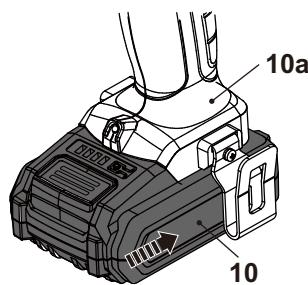

Fig. 4
- > Verrouillez l'interrupteur marche/arrêt (7) pour éviter tout démarrage accidentel en déplaçant l'inverseur de sens de rotation (6) en position centrale (voir la section ci-dessous « Fonctionnalités du produit - Inverseur de sens de rotation »).
- > Alignez le bloc-batterie (10) avec les fentes de coulissemement du port de connexion de la batterie (10a) et faites glisser le bloc-batterie à l'intérieur pour le fixer. Assurez-vous qu'il s'enclenche correctement (Fig. 4).